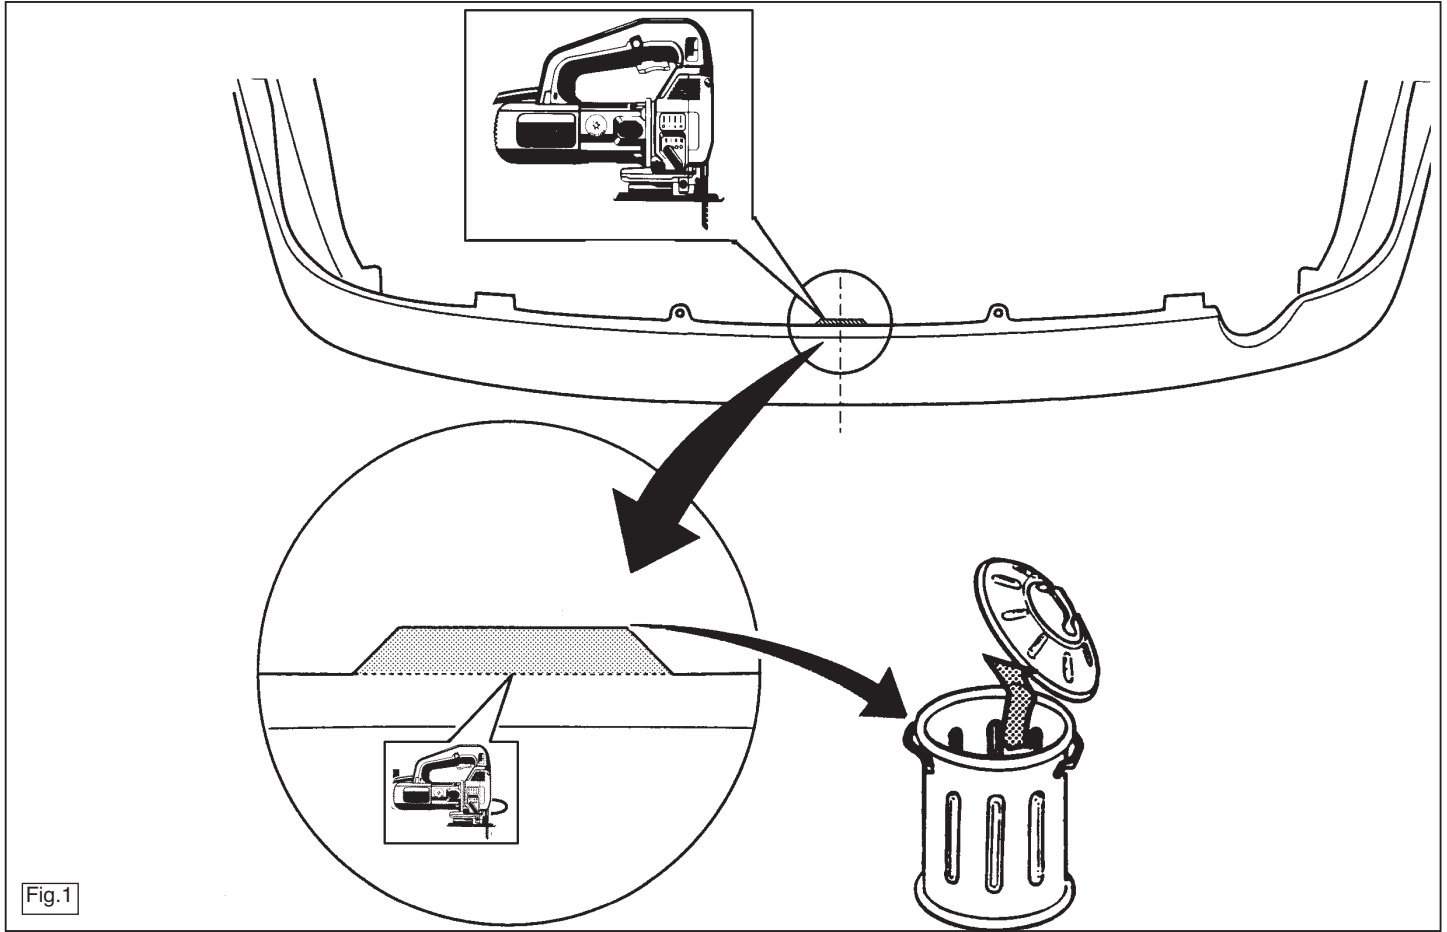

Fig.1
1. Démonter le pare-chocs. Attention ! Il faut enlever les écrous M6 situés derrière l'aile et dans le coffre. Scier la languette du dessous du pare-chocs, conformément à la fig.1.
1. Stötfångaren demonteras. Obs! Bakom stänkskyddet samt i bagageutrymmet demonteras muttrarna M6. Fliken sågas från stötfångarens undersida. Se fig.1.
1. Demonter kofangeren. Obs! Bag stænkskærmen og i bagagerummet demonteres de anbragte M6 møtrikker. Sav ifølge fig.1 hagen af på kofangerens underside.
1. Desmontar el parachoques. ¡Atención! Detrás del guardabarros y dentro del maletero hay que retirar las tuercas M6. Serrar de acuerdo con la fig.1 la lengüeta del lado inferior del parachoques.
1. Smontare il paraurti. Attenzione! Rimuovere i bulloni dietro il parafrangente e all'interno del bagagliaio. Segare via la linguetta dalla parte inferiore del paraurti, come indicato in fig.1.